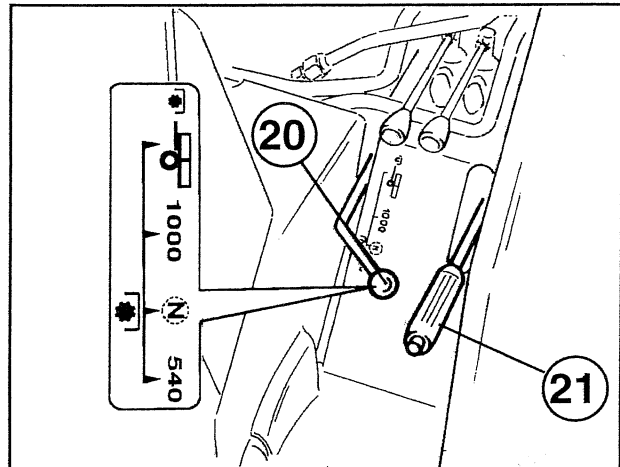

Fig. 7 PTO engager lever and hand-brake
20) PTO ENGAGER LEVER (Fig. 7)
21) HAND BRAKE LEVER (Fig. 7)